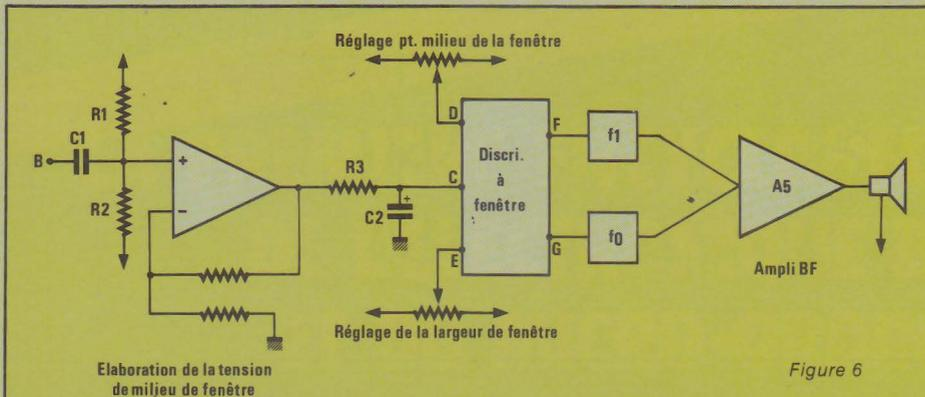

Figure 6
Un détecteur conçu comme indiqué à la figure 6 est sensible, discrimine et reste silencieux lorsque la tête n'est perturbée que par la minéralisation du sol. Le signal, prélevé au point B, est amplifié par un amplificateur dont la tension d'entrée est fixée par les résistances R1 et R2. le condensateur C1 élimine la composante continue du signal (B). Cette tension, multipliée par le gain de l'amplificateur donne la tension d'entrée du discriminateur à seuils. Elle doit être identique à la tension D référence du point milieu du discriminateur à seuils. La variation de la tension en E détermine la largeur de la fenêtre. Le réglage fait varier la valeur des seuils Haut et Bas symétriquement par rapport à la valeur du point milieu. Il est dénommé « réglage de l'effet de sol ».